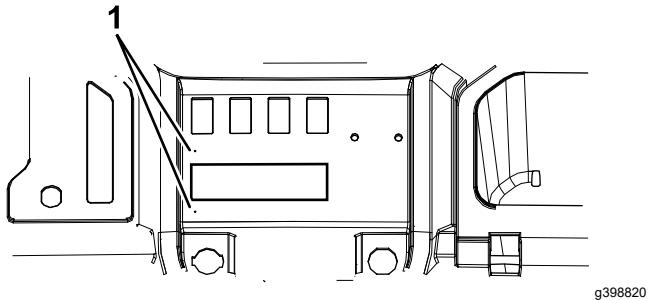

Figura 4
2. Individuate le 2 cavità pilota per la foratura (Figura 4) e praticate 2 fori pilota (3/16") direttamente sulle cavità pilota.